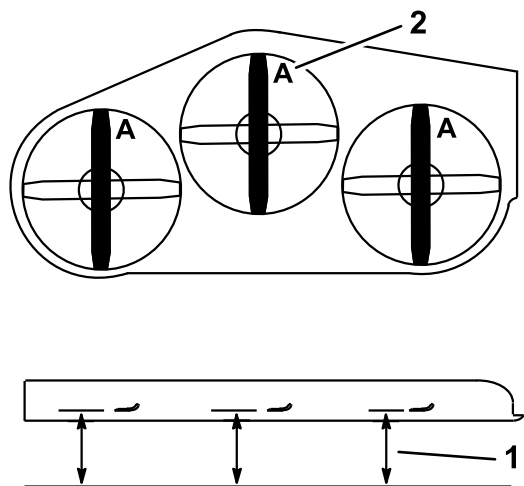

Figura 77
4. Mida desde una superficie nivelada hasta el filo de corte, posición A, de las cuchillas (Figura 77).